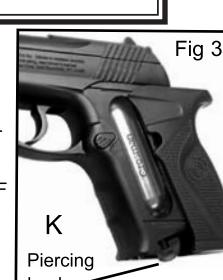

Fig 3
- Holding the airgun as shown, slide the grip plate straight back to open (Fig. 3).
- Slide the grip plate straight back to open (fig. 3).
- Loosen the cartridge piercing knob by slowly turning it left (see fig. 3) allowing any remaining gas to escape.
- K. Perilla perforadora (fig. 3)
- Sosteniendo la pistola de aire como se muestra, deslice la placa de la cacha directamente hacia atrás para abrirla (Fig. 3).
- Deslice la placa de la cacha directamente hacia atrás para abrirla (fig. 3).
- Afloje la perilla perforadora del cartucho girándola lentamente a la izquierda (vea la fig. 3) dejando que escape el gas que pudiera quedar.